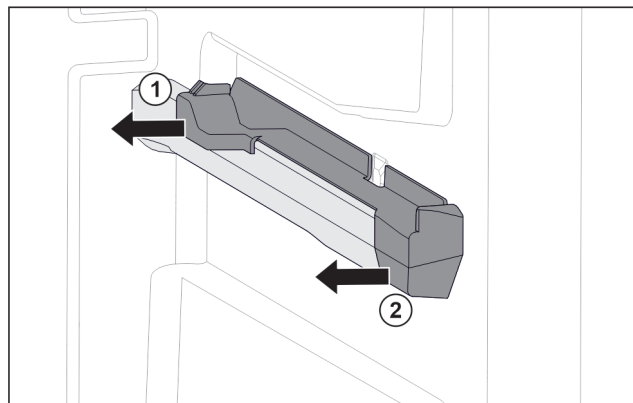

Fig. 68 Elemento inseribile sulla nervatura destra del contenitore
- ▶ Estrarre l'elemento inseribile dal lato posteriore di lato. Fig. 68 (1)
- ▶ Estrarre l'elemento inseribile dal lato anteriore di lato. Fig. 68 (2)